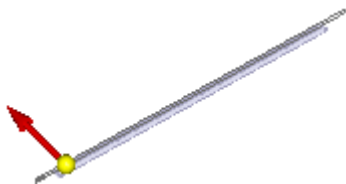

图 8.13.179 定义移除方向
③ 单击“主页”操控板中的“关闭草图”按钮，退出草图绘制环境。
(3) 定义法向除料特征属性。在命令条中单击“厚度剪切”按钮和“全部穿透”按钮，并将移除方向调整至指向材料的方向，如图 8.13.179 所示。
(4) 单击按钮，完成特征的创建。